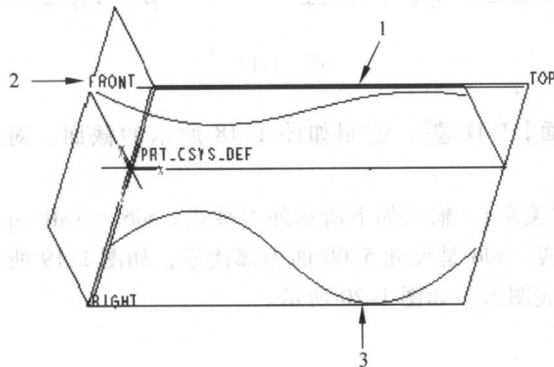

图 1-22
- (1) 选择【新建】|【零件】命令，新建一个名为“var_scan1”的零件模块。
- (2) 绘制如图 1-22 所示的 3 条轨迹线。